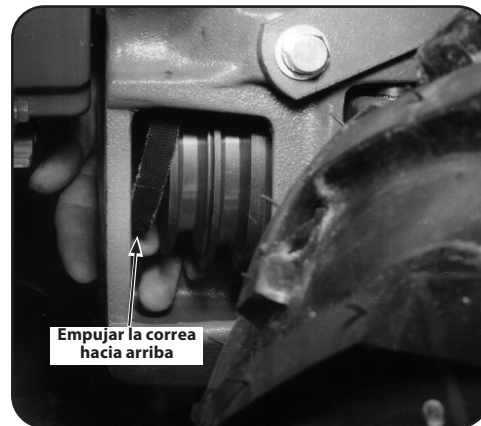

Figura 5-26
4. Empuje la correa hacia arriba para crear holgura en la correa. Consulte la Figura 5-26.
9. Empuje la correa hacia adelante, luego hacia abajo hasta que quede enlazada sobre la polea inferior. Consulte la Figura 5-26. No la asiente aún en ninguna de las ranuras de la polea inferior.